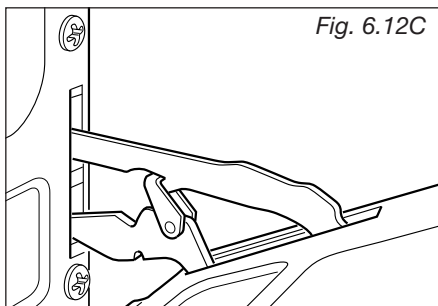

Fig. 6.12C
- Cierre con suavidad la puerta y extraiga el pasador inferior de su alojamiento (Fig. 6.12C).